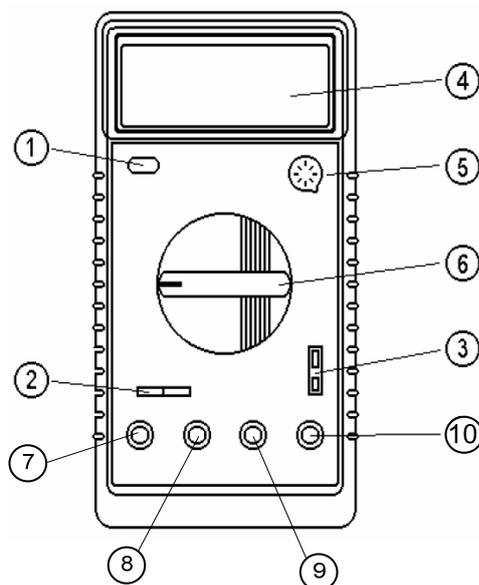

Рис. 3. Схема лицевой панели цифрового мультиметра Mastech MY64:
4. Подключить контакт К3 панели «Измеритель мощности» к гнезду 7 мультиметра 1 (рис. 3).
6. Подключить гнездо 9 мультиметра 1 (рис. 3) к контакту К1.1 Активной нагрузки панели «Блок нагрузок».
7. Подключить контакт К1.2 Активной нагрузки панели «Блок нагрузок» к гнезду 10 мультиметра 2 (рис. 3).
8. Подключить гнездо 9 мультиметра 2 (рис. 3) к контакту К2.1 активной нагрузки панели «Блок нагрузок».
10. Подключить контакт К3.1 емкостной нагрузки панели «Блок нагрузок» к гнезду 10 мультиметра 2 (рис. 3).
11. Подключить гнездо 9 мультиметра 2 (рис. 3) к контакту К4.2 емкостной нагрузки панели «Блок нагрузок».